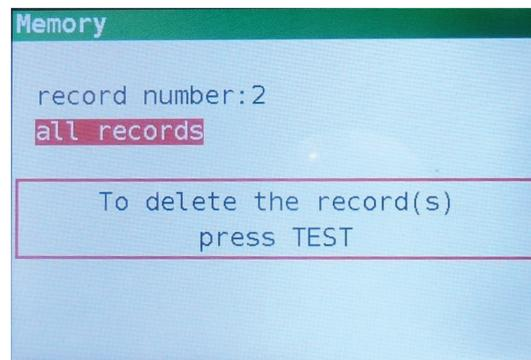

Figura 7.7: Pantalla de borrado
**Paso 5** Presione la tecla **ABAJO** para seleccionar todos los registros (Figura 7.7)